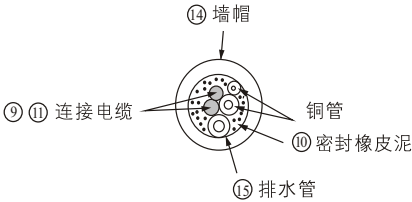
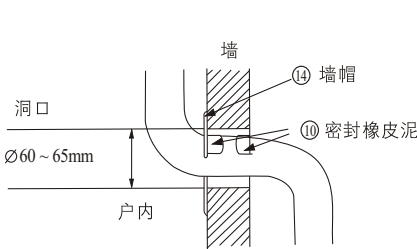
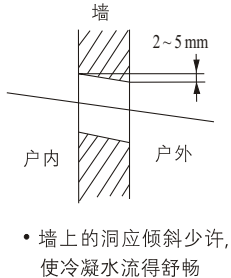

图34
图32
图 33
- 2 用附件⑭ 墙帽及附件⑩ 密封橡皮泥来整理墙上的洞,如图32、图33及图34。